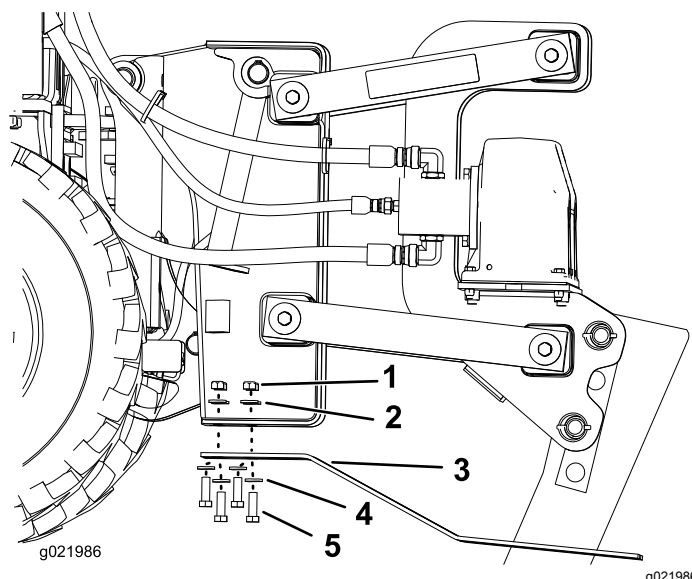

Рисунок 18
- Удалите 4 болта, 4 гайки и 8 шайб с опорных башмаков (Рисунок 18).
- Установите новые опорные башмаки и закрепите их ранее снятыми крепежными деталями (Рисунок 18).